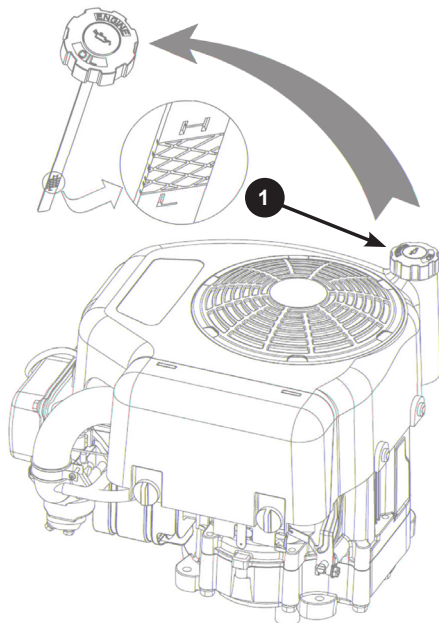

Рис. 8 Проверка уровня масла
1. Выкрутите крышку-щуп 1 маслозаливной горловины и извлеките щуп (Рис. 8).